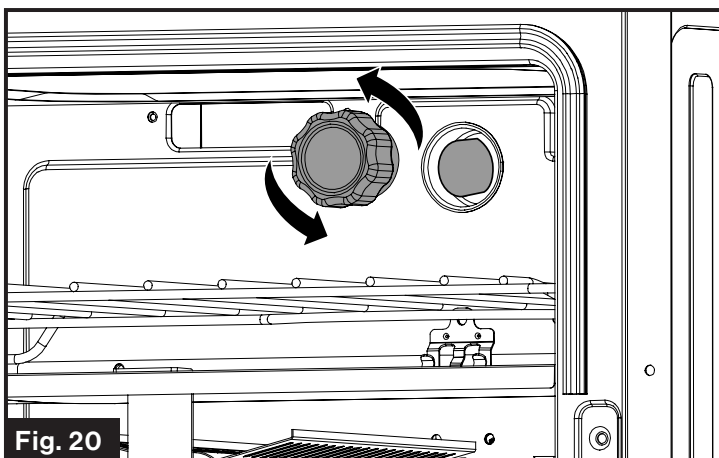

Fig. 20
3. Retire la tapa de vidrio del portalámparas. (Fig. 20)